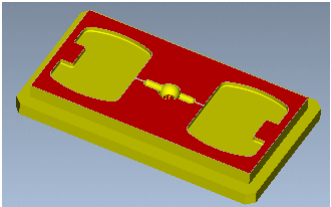

图 10.4.56 动态仿真
- 在“表面铣削”操控板中，单击  按钮，系统弹出“VERICUT 7.1.5 by CGTech”窗口，单击  按钮，运行结果如图 10.4.56 所示。